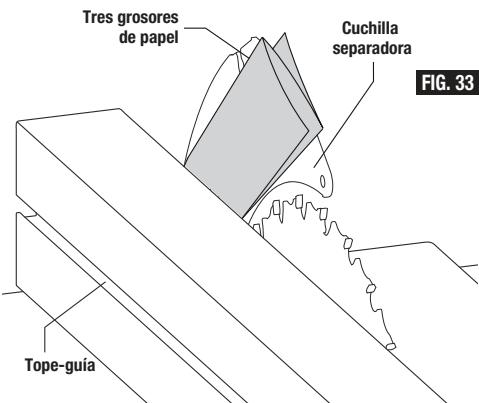

FIG. 33
- Utilizando el tope-guía para cortar al hilo como guía, compruebe la alineación de la cuchilla separadora con el plano de la hoja de sierra. Como la cuchilla separadora es más delgada, aproximadamente tres gruesos de papel a cada lado, que la anchura de la SECCIÓN DE CORTE de la hoja (Fig. 32), usted debe hacer un "calibre espaciador" de papel temporal. Haga dos pliegues en un pedazo pequeño (6 x 6 pulgadas) de papel de periódico corriente, para hacer tres gruesos. Coloque el calibre espaciador de papel entre la cuchilla separadora y el tope-guía para cortar al hilo (Fig. 33).